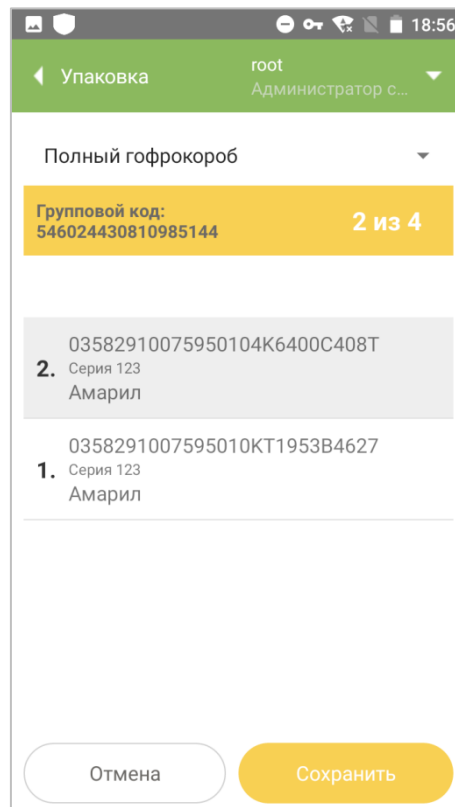

Рисунок 2.6
- 2.1.4. Просканировать индивидуальный код/коды упаковок (п. 1.5), которые нужно упаковать в гофрокороб (Рисунок 2.6). При сканировании индивидуальных кодов на экране отобразится: